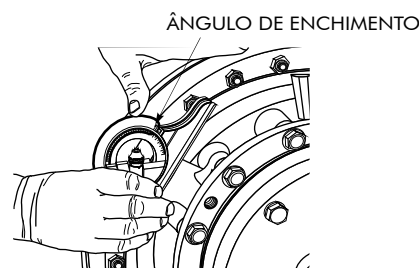

Figura 6
- Use um transferidor tipo relógio (P/N 1224653) ou um transferidor com nível de bolha ajustado para o ângulo requerido. Coloque o instrumento no ressalto plano do furo de enchimento, conforme mostrado na Figura 6. Comece em 0° (Figura 1).